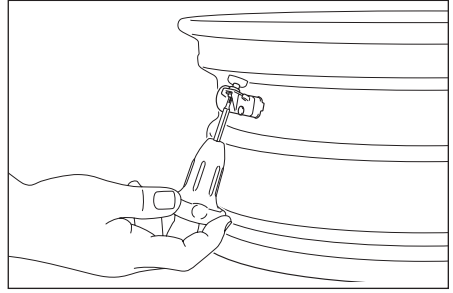

Fig. 3
1. Retire el tornillo que sujeta el sensor al vástago de la válvula y retire el sensor. (ver Fig. 3)